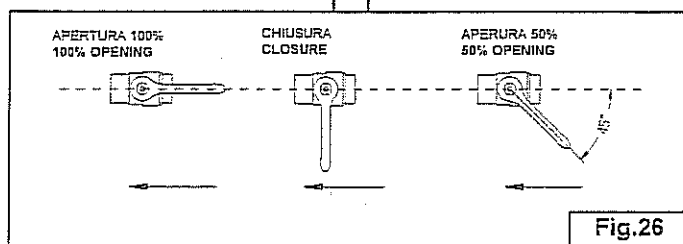
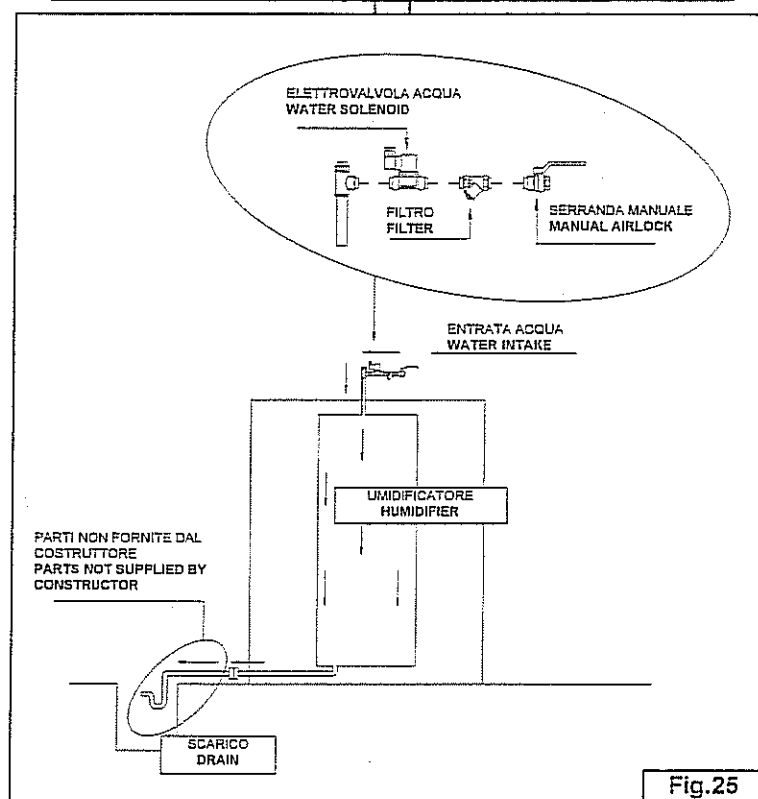

Fig.26
Fig.25
-Controllare il circuito acqua (Fig.25) con umidificatore freddo. Regolare l'apertura della serranda manuale al 50% come da Fig.26.
- Check the water circuit (Fig 25) with the humidifier cold. Adjust the opening on the manual airlock at 50% as shown in Fig. 26.